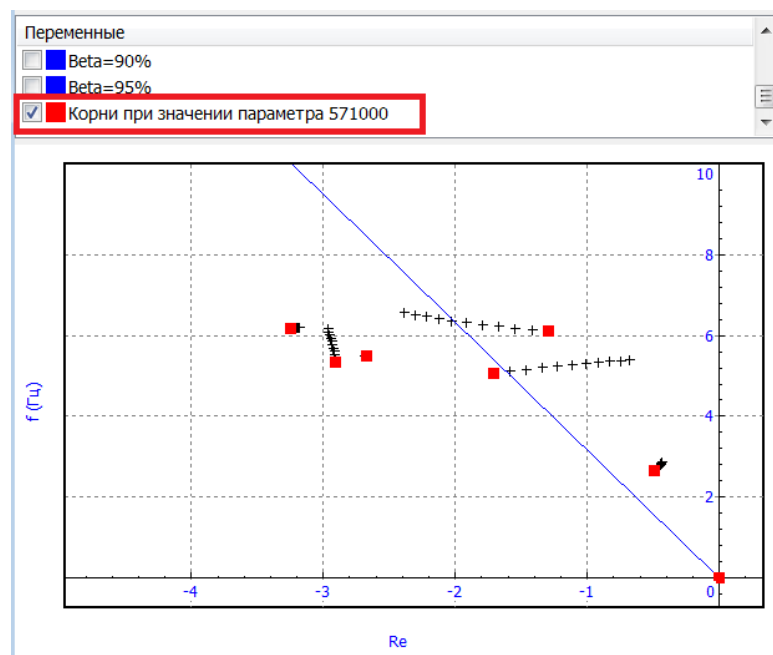

Рис. 4.155. Выделенное значение корней
- Используйте анимацию корневого годографа для отображения значений корней для отдельных значений идентификатора, рис. 4.155.